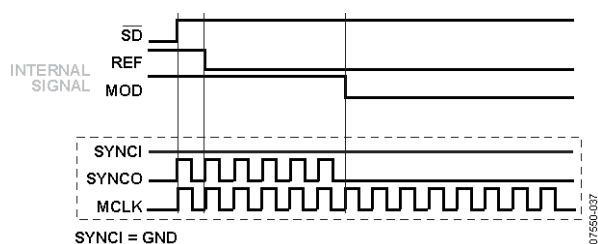

図 37.SYNCI = GND または VDD
- SYNCI = GND または VDD。SYNCO はパルスの発生を停止させます。変調器は、内部クロック信号から制御されます(図 37 参照)。